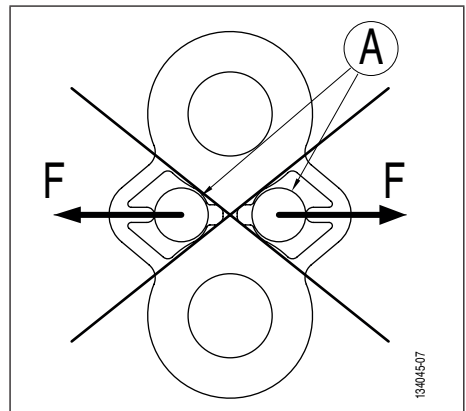

Abb. 5
⚠ GEFAHR: Es ist streng verboten, die Schäkelbolzen an den Haltearmen (Abb. 5, Seite 19) anzuschlagen.
2. Sicherstellen, dass die Bruchlast-Testplatte TA ordnungs- gemäß angeschlagen ist (Abb. 2, Seite 18 und Abb. 5, Seite 19).